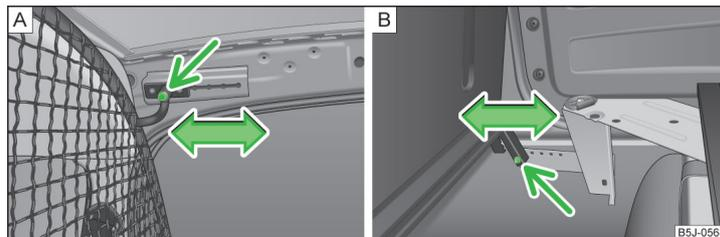

Fig. 96 Alojamiento superior / inferior de la pared separadora de seguridad
- Desenroscar en cada lado en la parte superior de la carrocería un tornillo » fig. 96 - [A] y uno en la parte inferior » fig. 96 - [B].